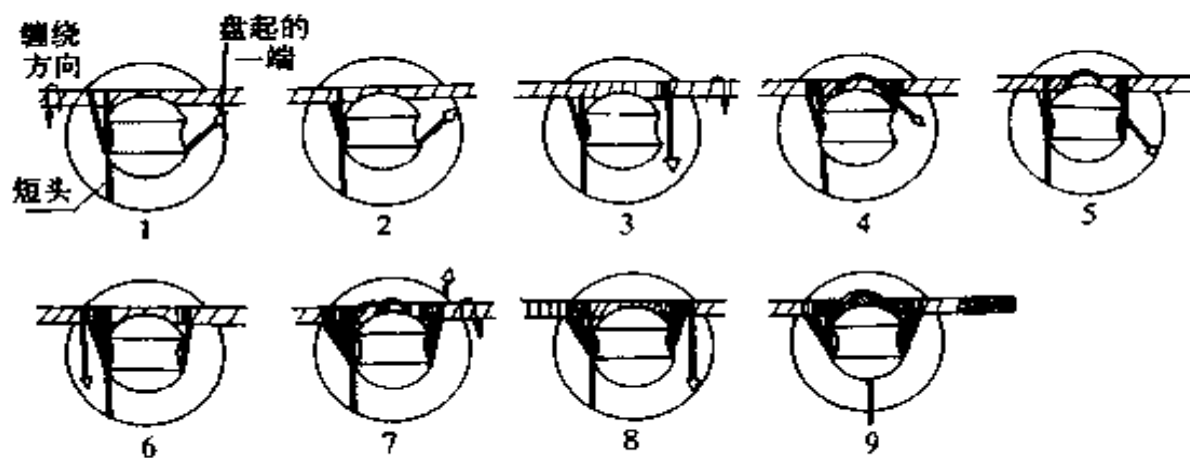

图2-30 直瓶颈绑法
③ 上杆时两手应扶电杆两侧，胸部与电杆应平行且保持20cm左右间距；
④ 到达工作位置后，应系好安全带，脚扣不得交叉叠压使用。
(3) 如何进行一般的杆上作业(导线在直瓶、拉台上的绑扎、杆上接线等)?
① 直瓶颈绑法如图2-30所示。